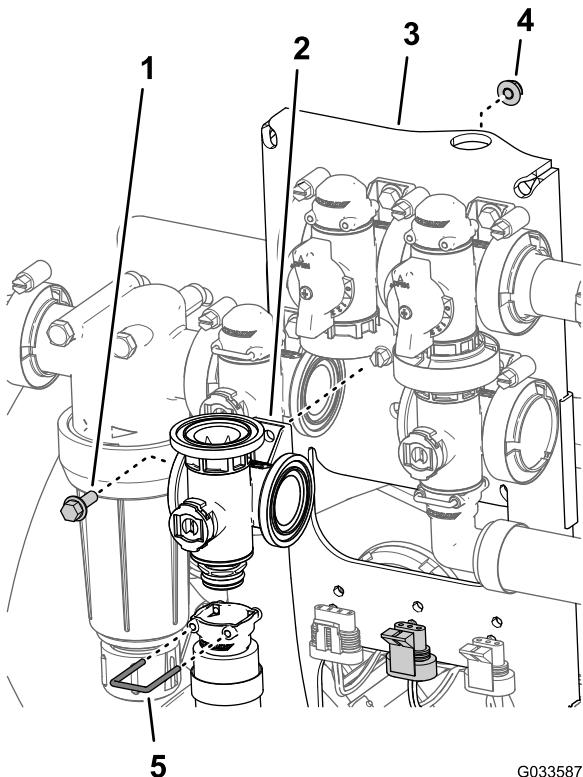

Figura 101
- Rimuovete il fermo che fissa il raccordo di uscita al connettore del collettore per la valvola dell'agitatore (Figura 101).
3. Rimuovete il bullone a testa flangiata ($\frac{1}{4}$ " x $\frac{3}{4}$ ") e il dado di bloccaggio flangiato ($\frac{1}{4}$ ") che fissano la valvola dell'agitatore al supporto della valvola e rimuovete il collettore della valvola dalla macchina (Figura 101).